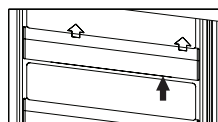

Fig. 5
- Empuje el anaquel con fuerza moderada hacia arriba, y extraigalo del aparato. (Aplica solo para CR 152). Ver Fig.5